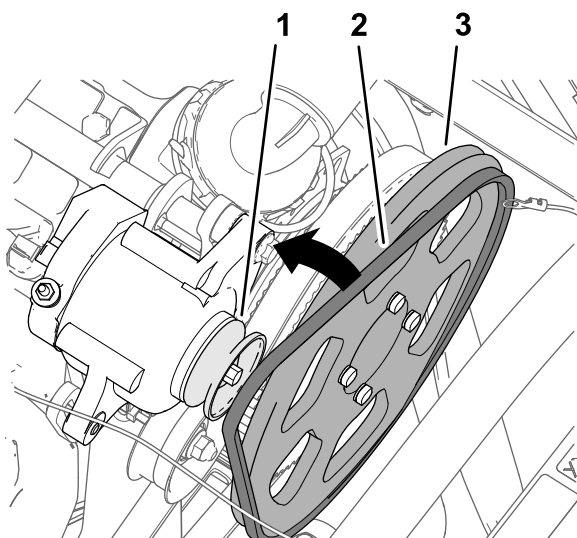

Figura 182
3. Coloque la correa en V sobre la polea motriz (279 mm) y la polea del alternador (Figura 182).